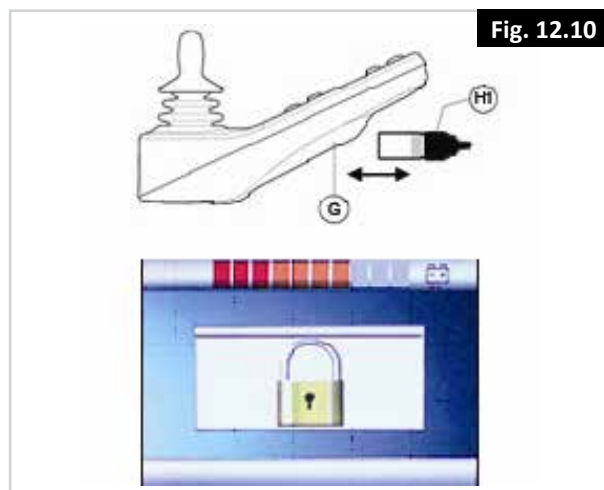

Fig. 12.10
Para bloquear o controlador com a chave especial (H1 na Fig. 12.10):
- Insira e remova a chave especial na Entrada do Carregador do Comando (G na Fig. 12.10). O comando está agora bloqueado e o seguinte ecrã é apresentado.
- Insira e remova a chave especial na Entrada do Carregador do Comando (G na Fig. 12.10). O comando está agora desbloqueado.